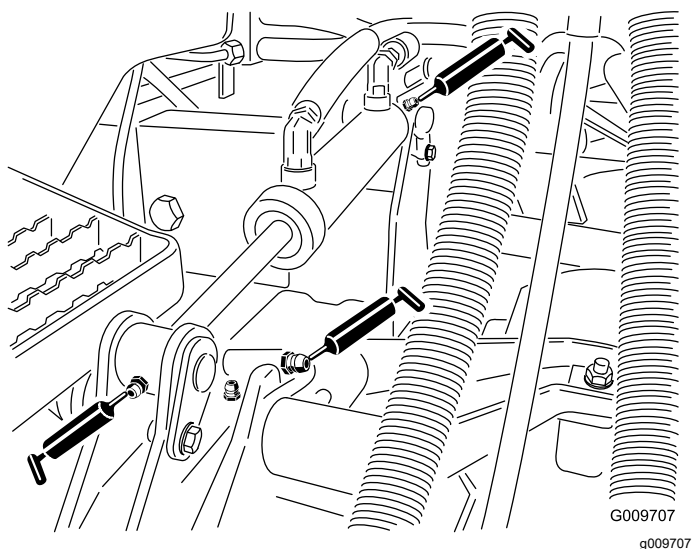

图 39
- 提升臂轴套每个滚刀组 1 个如图 39 所示
- 提升油缸轴套每个滚刀组 2 个如图 39 所示